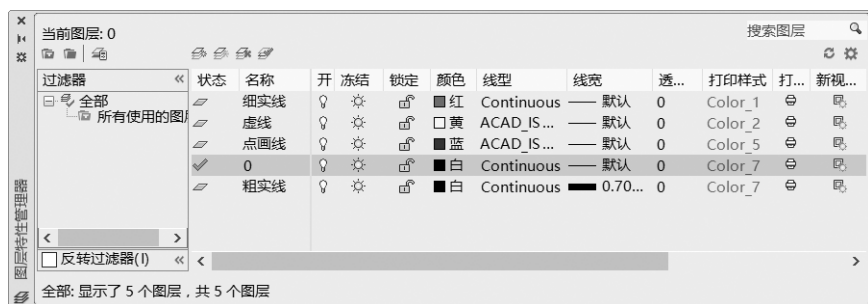

图4-24 设置新图层示例
- 结果如图4-24所示。
对如图4-24所示的“图层特性管理器”对话框中显示的所有图层进行过滤, 创建一个图层过滤器, 要求被过滤的图层名称为“\*实线\*”; 图层属于“开启”; 线型为“Continuous”。